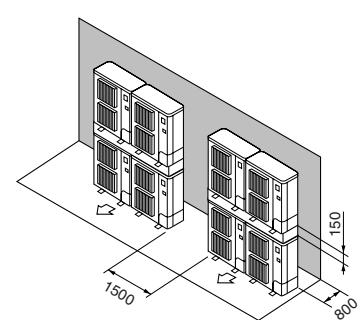

Fig. 2-14
⑦ Anlagen in gestapelter Anordnung (Fig. 2-14)